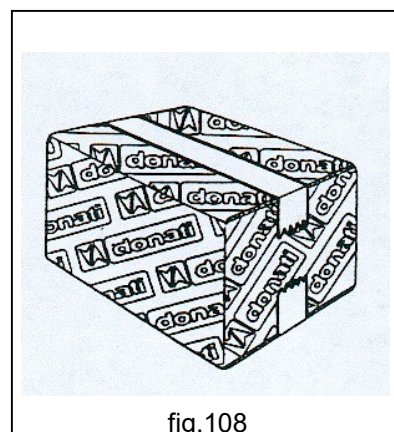

fig.108
- **NUNCA** use piezas de repuesto no originales o no recomendadas por el fabricante (fig.108).